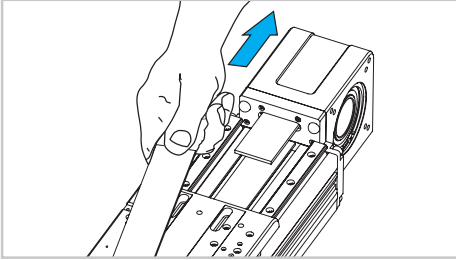

Abb. 6
3) Entfernen Sie den Riemen auf beiden Seiten des Laufwagens und ziehen sie diesen heraus. Zur Montage des neuen Zahnriemens führen sie die vorangegangenen Schritte in umgekehrter Reihenfolge aus (Abb. 6).